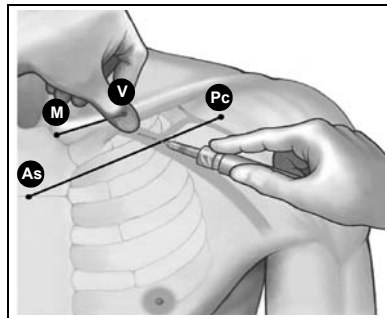

Figure 3. Emplacement du pouce et point d'entrée de l'aiguille.
4. Appuyer un pouce contre l'index et déborder de un à deux centimètres sous la clavicle pour protéger le muscle sous-clavier de l'aiguille (en cas d'hypertrophie manifeste du muscle pectoral, le pouce doit se projeter à environ deux centimètres au-dessous de la clavicle car le muscle sous-clavier peut aussi être hypertrophié) (Figure 3).